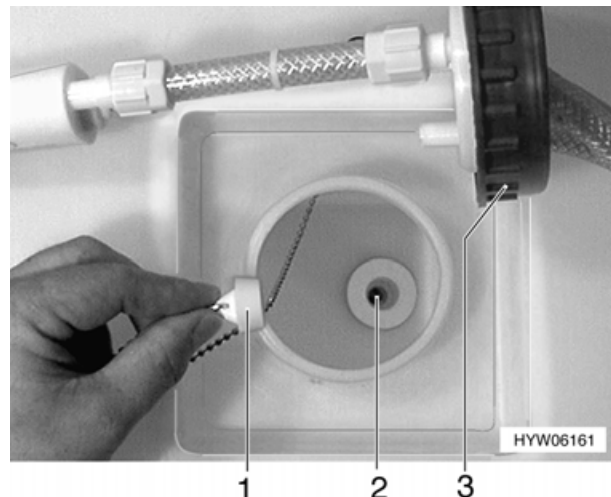

Bild 99 Frischwassertank, Verschluss-Stopfen
- Auf dem Frischwassertank den Verschlussdeckel (Bild 99,3) öffnen.
- Ablassöffnung (Bild 99,2) im Frischwassertank mit beiliegendem Verschluss-Stopfen (Bild 99,1) schließen.